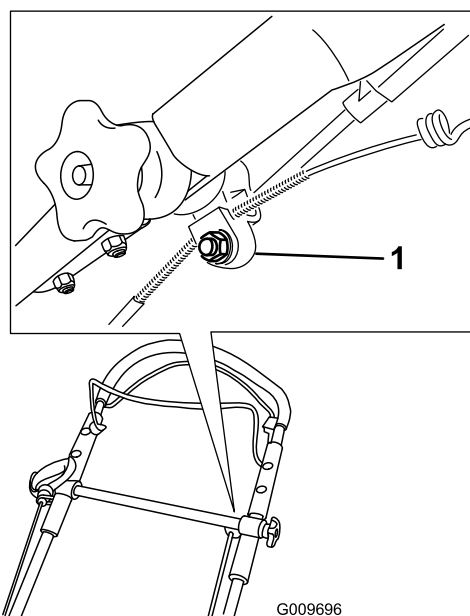

Bild 42
1. Lockern Sie die Mutter an der Kabelhalterung (Bild 42).